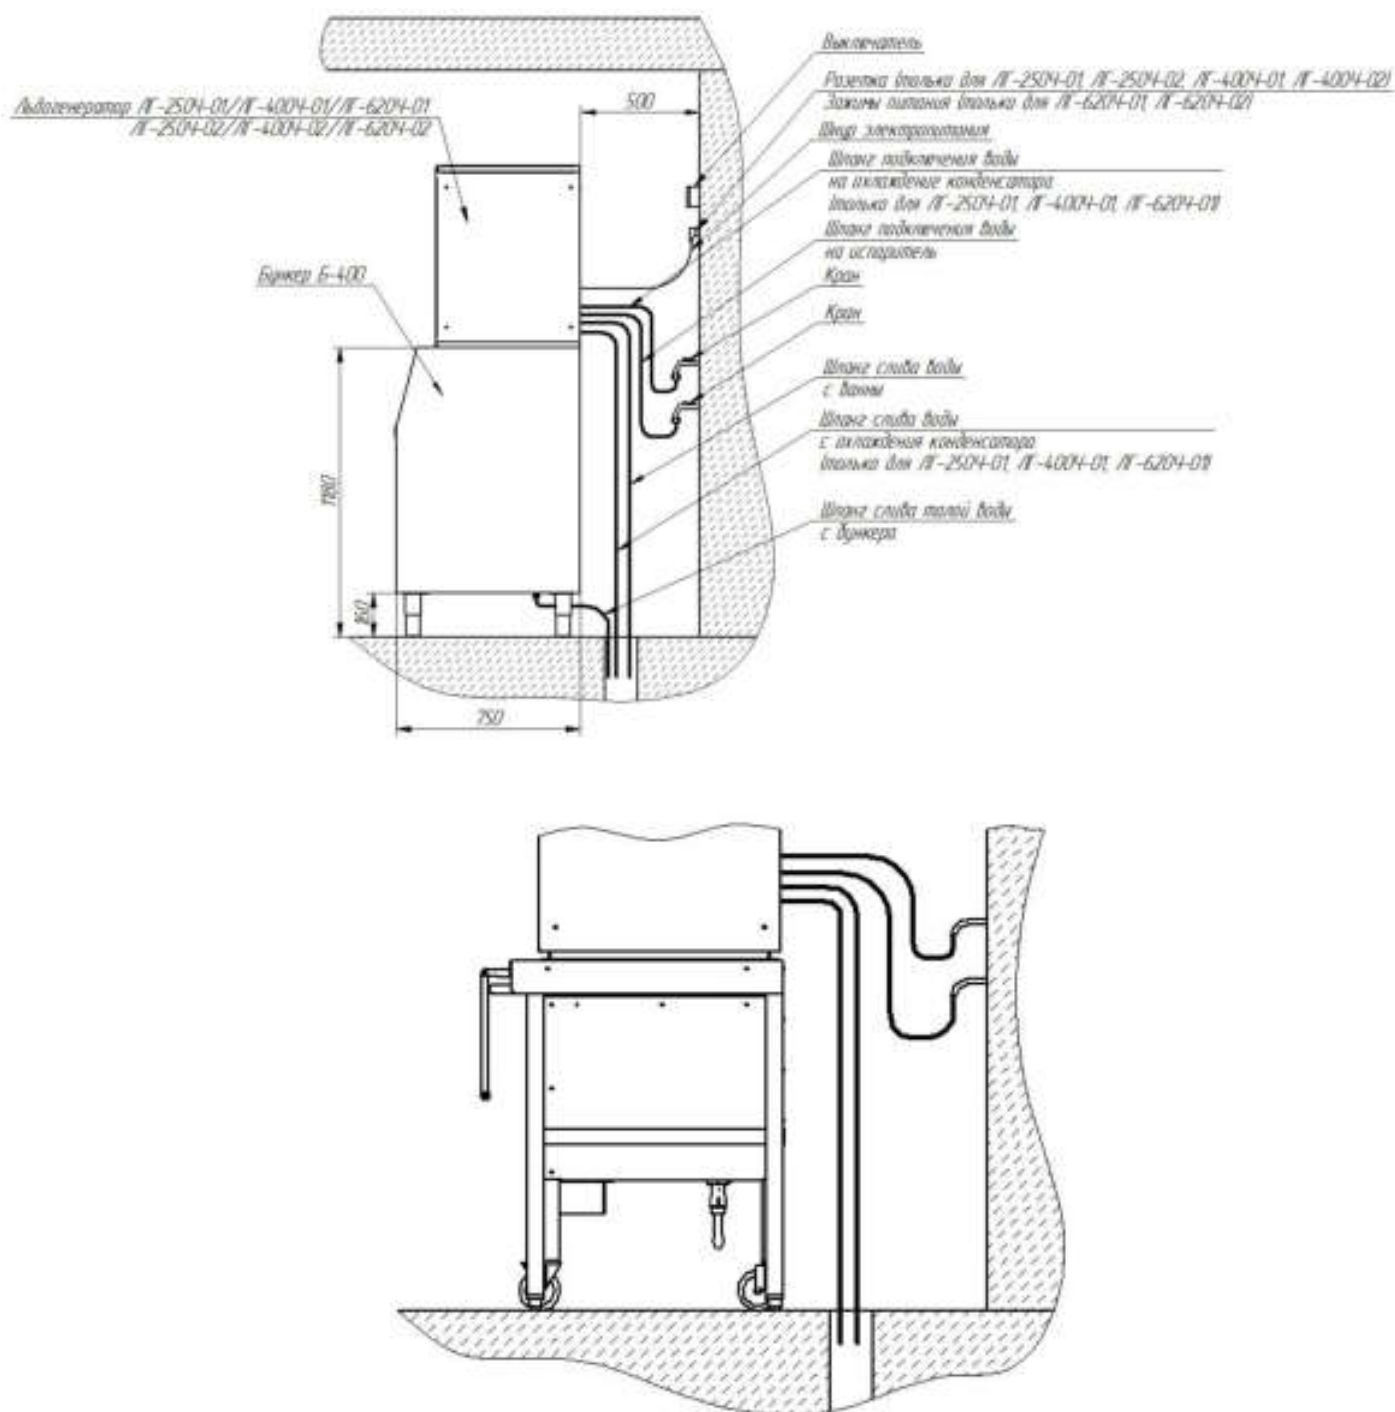

Рис. 5 Схема подключения льдогенератора
- установить льдогенератор на накопитель льда. Для льдогенераторов , ЛГ-250Ч-01, ЛГ-250Ч-02, ЛГ-400Ч-01, ЛГ-400Ч-02 и ЛГ-620Ч-01, ЛГ-620Ч-02 использовать бункер-накопитель Б-400 или бункер-накопитель БН-2-100. Льдогенератор должен фиксироваться на бункере-накопителе двумя болтами с предварительно установленными шайбами из комплекта поставки моментом затяжки $26 \pm 1,5 \text{ Н} \cdot \text{м}$ ($2,7 \pm 0,15 \text{ кгс} \cdot \text{м}$). Схема монтажа показана на рис. 5. Положение льдогенератора должно быть горизонтальным, в случае необходимости отрегулируйте высоту и устойчивое положение изделия с помощью регулируемых ножек бункеров;
- подключить изделие к системе водоснабжения. Льдогенератор подключается к системе водоснабжения через штуцер с резьбой G 3/4" для подачи воды на испаритель и через штуцер под шланг с внутренним диаметром 12 мм для подачи воды на охлаждение конденсатора (для ЛГ-250Ч-01, ЛГ-400Ч-01, ЛГ-620Ч-01) (рис. 5). Для дополнительной фиксации шланг крепить к штуцеру хомутом. Подсоединение шлангов подачи воды должно производиться через краны для экстренного прекращения подачи воды на охлаждение конденсатора и испаритель в случае необходимости.
- подключить изделие к системе канализации через штуцер слива воды с ванны и штуцер охлаждения конденсатора под шланг с внутренним диаметром 12мм (для ЛГ-250Ч-01, ЛГ-400Ч-01, ЛГ-620Ч-01) и штуцер для слива талой воды с бункера (для бункера Б-400) (рис. 5). Убедиться, что сливные шланги находятся ниже, чем выходы на задней панели льдогенератора и основания бункера, чтобы вода могла стекать.
ВНИМАНИЕ! Необходимо организовать разрыв струи, обеспечив воздушный промежуток не менее 20 мм между концом сливного шланга и краем принимающей трубы (см. рис. 5).